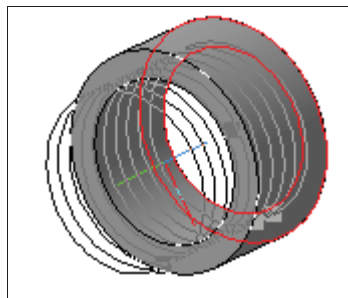

Рис. 22.21. Фантом спирали
- ◆ нажмите кнопку **Создать объект** — спираль построена (рис. 22.21). В **Дереве** модели появился элемент **Спираль цилиндрическая:1** со своей пиктограммой. Далее необходимо создать эскиз сечения;